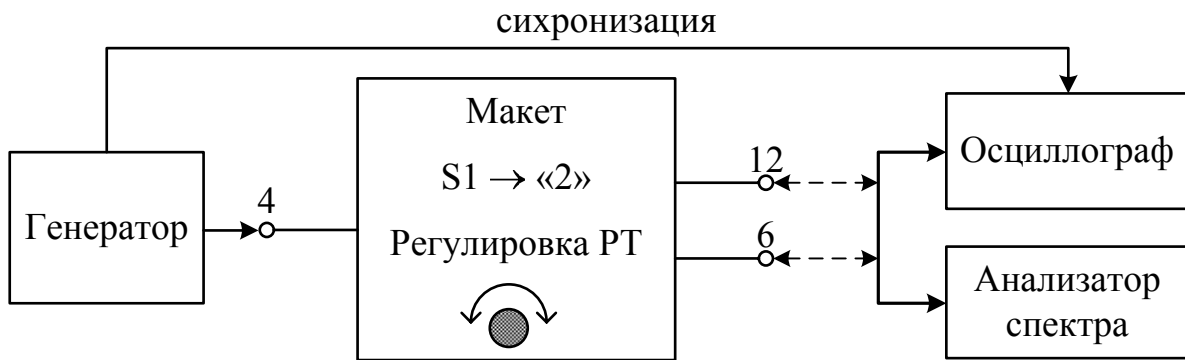

Рис. 4. Схема подключения приборов для измерения сигнала на выходе нелинейного резонансного усилителя.
3.1. Собрать схему подключения приборов и макета для исследования нелинейного резонансного усиления в соответствии с рис. 4. Отключить шунтирующую емкость в цепи эмиттера, сняв перемычку между клеммами «6» и «7». Включить колебательный контур в качестве нагрузки коллекторной цепи, установив переключатель нагрузки S1 в положение «2».